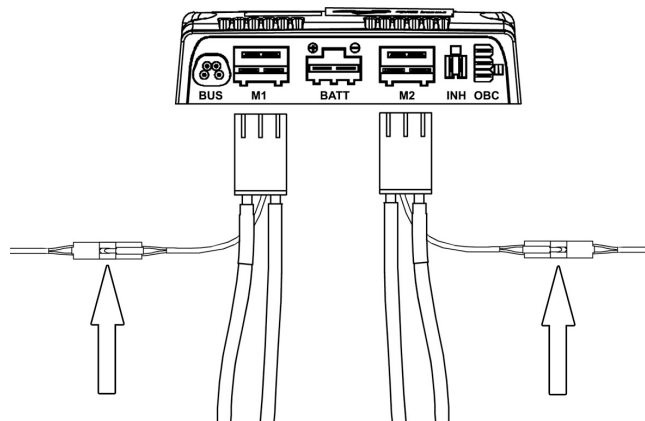

Abbildung 56. Elektrischer Anschluss der Magnetbremse.
4. Kabel der Magnetbremse am Kabelkontakt trennen. Siehe Abbildung. 56.